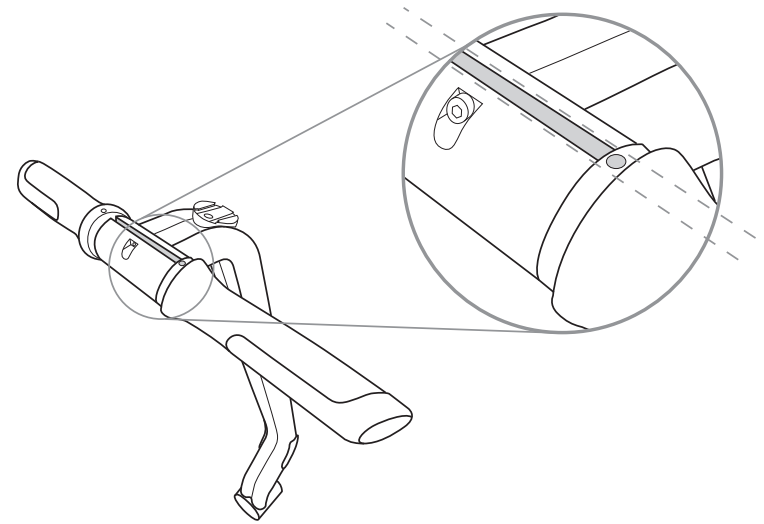

Figura 2. Cómo asegurar el manillar a la barra de dirección LeanSteer
4. Para volverlo a montar, alinee el manillar con la barra de dirección LeanSteer sirviéndose de las marcas de alineación. Consulte la figura 2.